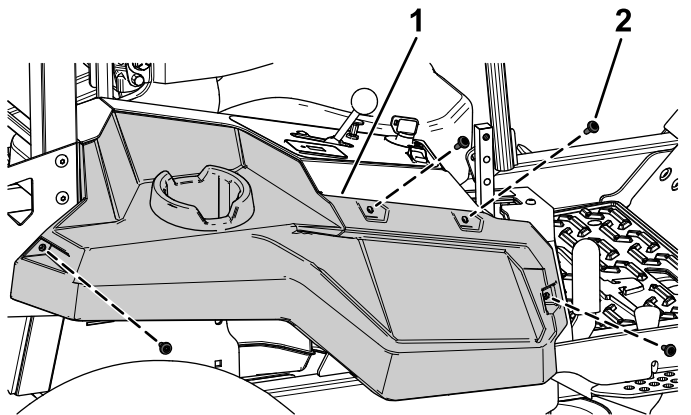

**Figura 9**
2. Remova o parafuso autorroscante da cobertura direita de controlo de movimento (Figura 9).
6. Instale o parafuso autorroscante previamente removido da cobertura direita de controlo de movimento (Figura 9).